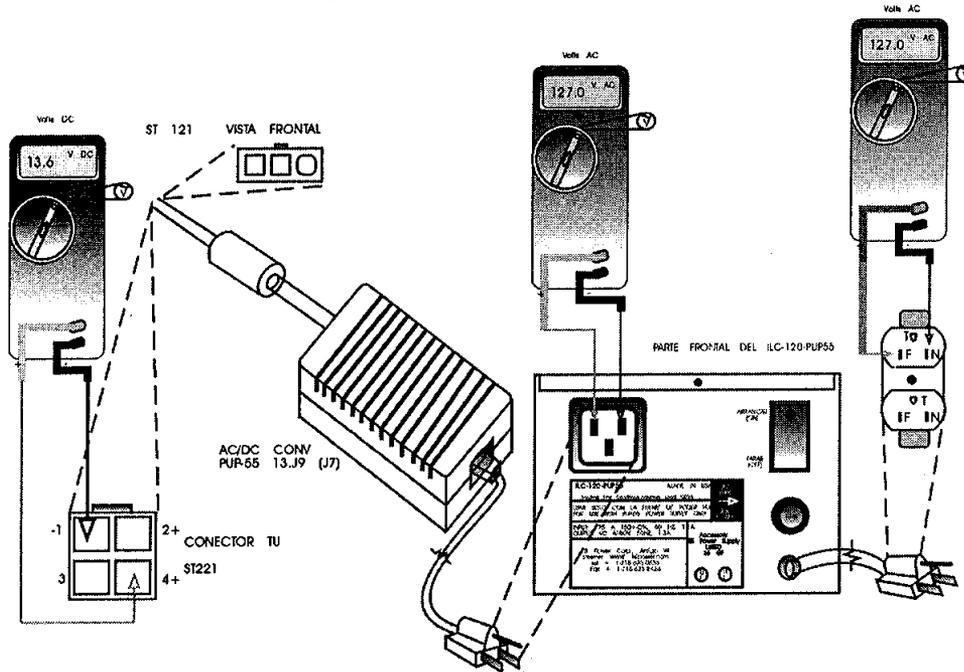

FIG. 10
Si el voltaje medido está entre el siguiente rango, el transreceptor (TU) operará satisfactoriamente. Ver Fig. 10:
5. Verifique manualmente el correcto enchufe de las interconexiones entre el contacto polarizado, el ILC, la fuente de alimentación (PUP-55) y el transreceptor (TU). Ver Fig. 10